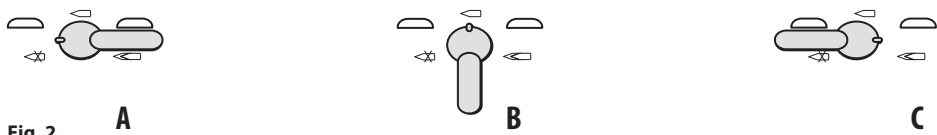

Fig. 2
1. Repérez le sélecteur de sûreté/mode tir sur le côté gauche et au-dessus de la poignée de crosse (Fig. 2).